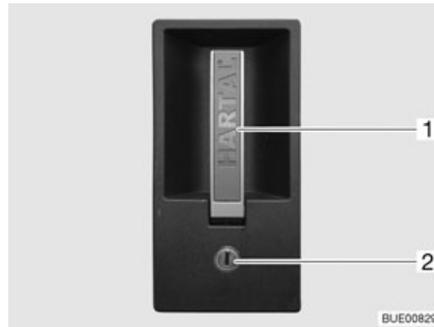

Fig. 35 Cerradura de la puerta de entrada, en el exterior
- Introducir la llave en el cilindro de cierre (Fig. 35,2) y girarla hasta que esté desbloqueada la cerradura de la puerta.
- Tirar del tirador de la puerta (Fig. 35,1). La puerta está abierta.
- Introducir la llave en el cilindro de cierre (Fig. 35,2) y girarla hasta que esté bloqueada la cerradura de la puerta.